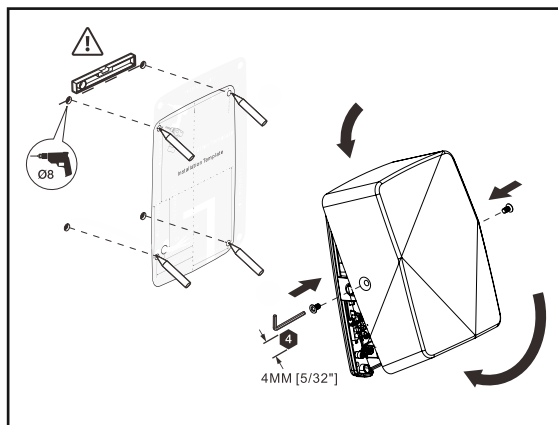

Рисунок 2
1. Разместите крепёжный шаблон на стене на желаемую высоту и отметьте места расположения 4-х монтажных отверстий (Рис. 2).
2. Открутите два винта, расположенные в боковых частях корпуса, при помощи шестигранного торцевого ключа и один фиксирующий шуруп в верхней части задней стенки сушилки (Рис. 2).
4. Вставьте в просверленные отверстия дюбели и закрепите сушилку на стене при помощи шурупов, входящих в комплект поставки (Рис. 2).